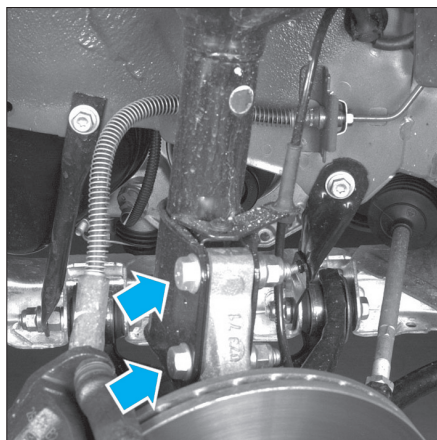

Fig. 2
- Déposer les boulons de fixation inférieure de l'élément de suspension sur le pivot (Fig.2).